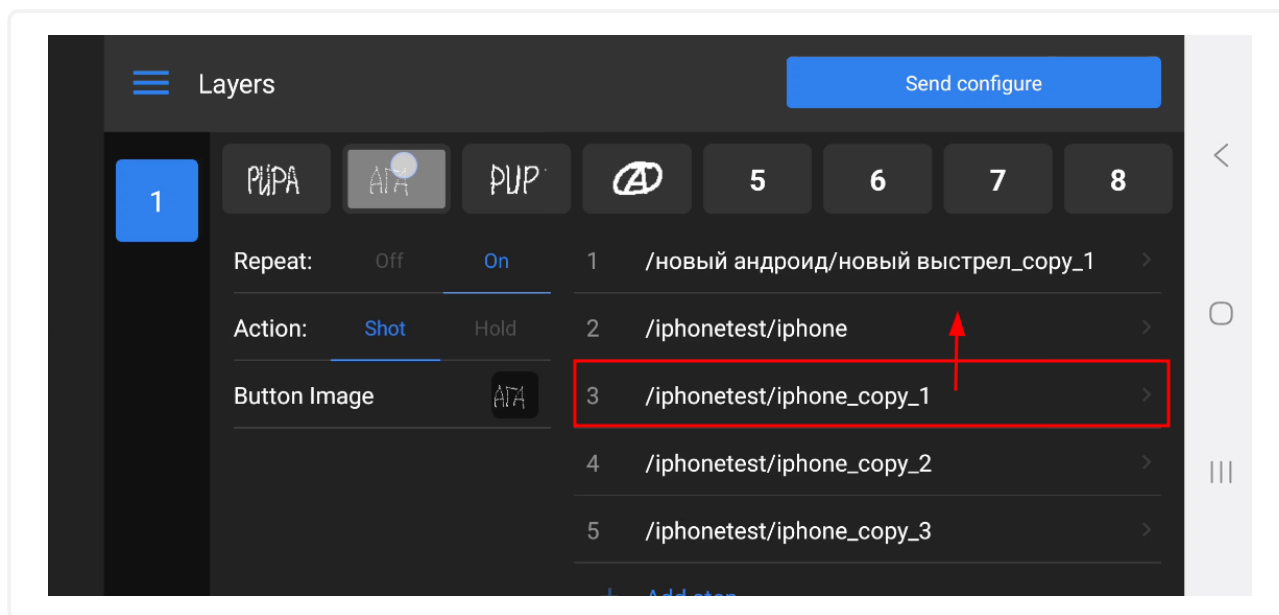

Рис. 41: Экран изменения очередности программ в сценарии
3. Установить палец на экране в строке с наименованием файла программы, которую нужно переместить и удерживать 1 сек до момента визуального выделения строки в таблице (см. рис. 41)